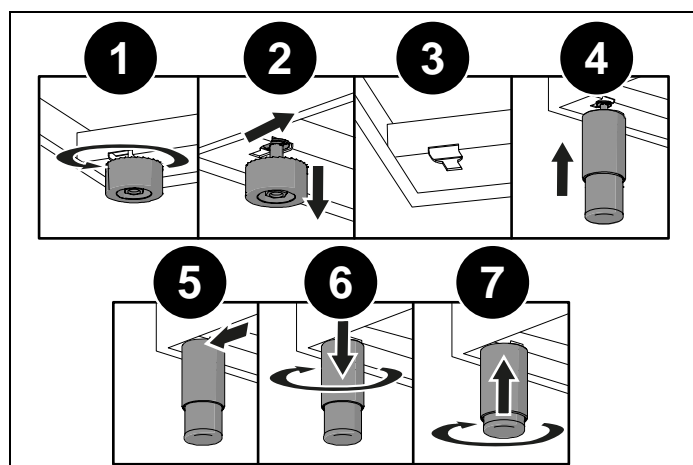

Fig. 8
- smontare i supporti (1 e 2, Fig. 8 ),
- inserire i piedini nello scasso a chiave sulla parte inferiore dell'apparecchio (3 e 4, Fig. 8 ),
- avvitare i piedini fino a fissarli stabilmente alla base (5 e 6, Fig. 8 ),
Regolare l'altezza dei piedini alla giusta altezza (7, Fig. 8 ).
Quando si abbassa l'apparecchio, evitare di mantenere lo sforzo sui piedini (Fig. 8 ). Si suggerisce di usare uno spessore sulla base o un pallet per evitare di inclinare la cucina.